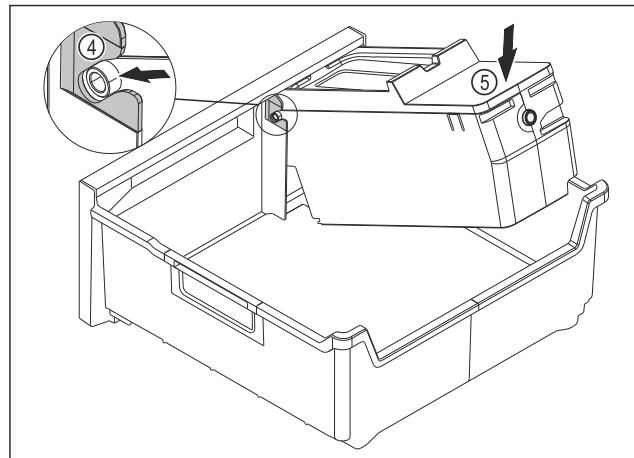

Fig. 110
- Montáž korpusu EasyTwist-Ice: Osy korpusu EasyTwist-Ice zasuňte do vedení Fig. 110 (4).
- Stlačte korpus EasyTwist-Ice Fig. 110 (5) vzadu dolů.